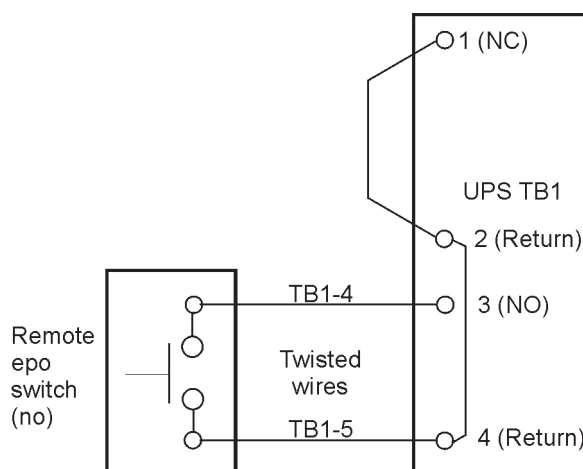

Рис. 4-13. Проводка нормально-разомкнутого удаленного выключателя ЕРО
12. Проложите и подключите проводку как показано на Table 4-2 и Рис. 4-13.